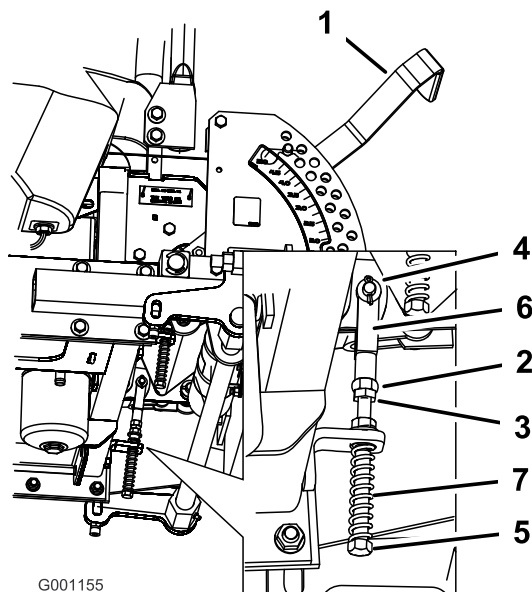

Bild 64
8. Sollte eine Einstellung erforderlich sein, lockern Sie die Mutter und die Klemmmutter gegen das Joch (Bild 64).
9. Drücken Sie den Fahrtriebshebel leicht nach hinten, drehen Sie den Kopf der Einstellschraube in die entsprechende Richtung, bis der Schalthebel in der Neutralsperrstellung zentriert ist (Bild 64).
10. Ziehen Sie die Mutter und die Klemmmutter an (Bild 64).